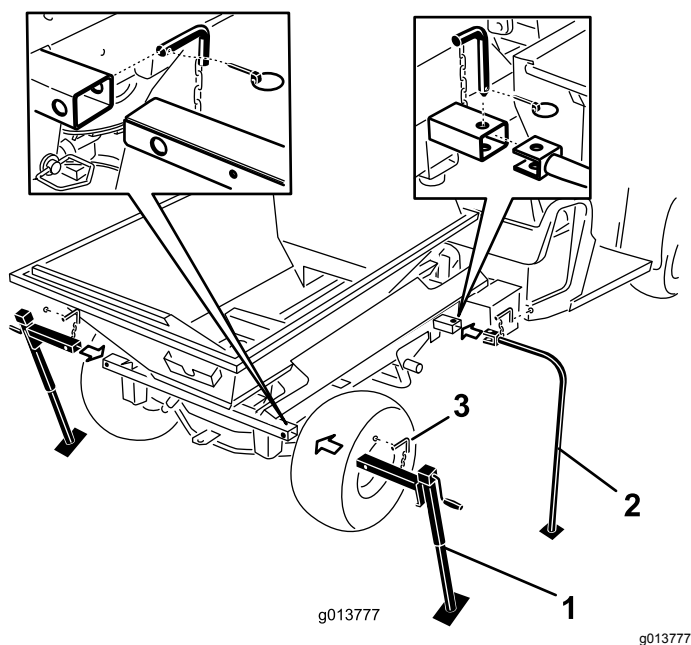

Figure 49
7. Insérez les pieds de rangement avant et les béquilles arrière dans les tubes de la machine et fixez-les avec les goupilles de blocage (Figure 49).